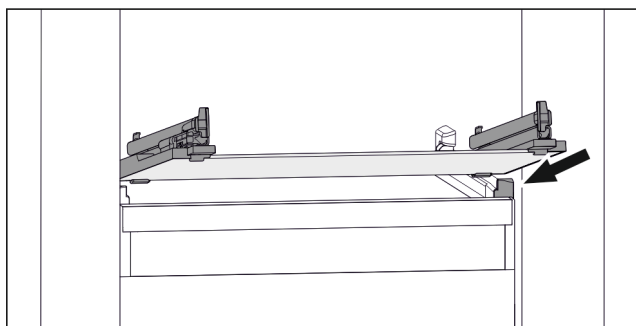

Fig. 89 Primjerni prikaz staklene ploče
- ▶ Stavite ladicu ukoso iza zaustavljača. (pogledajte Fig. 89)